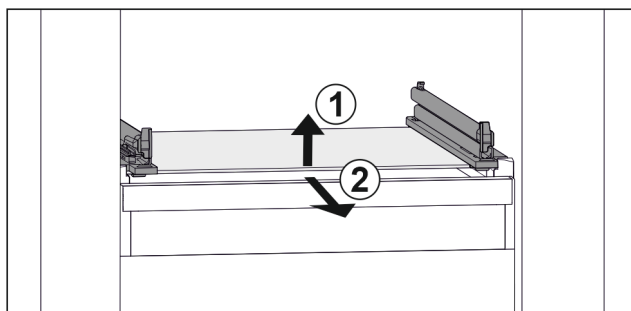

Fig. 50 Vejledende visning af glaspladen
- Løft glaspladen foran. Fig. 50 (1)
- Tag glaspladen ud fremefter. Fig. 50 (2)